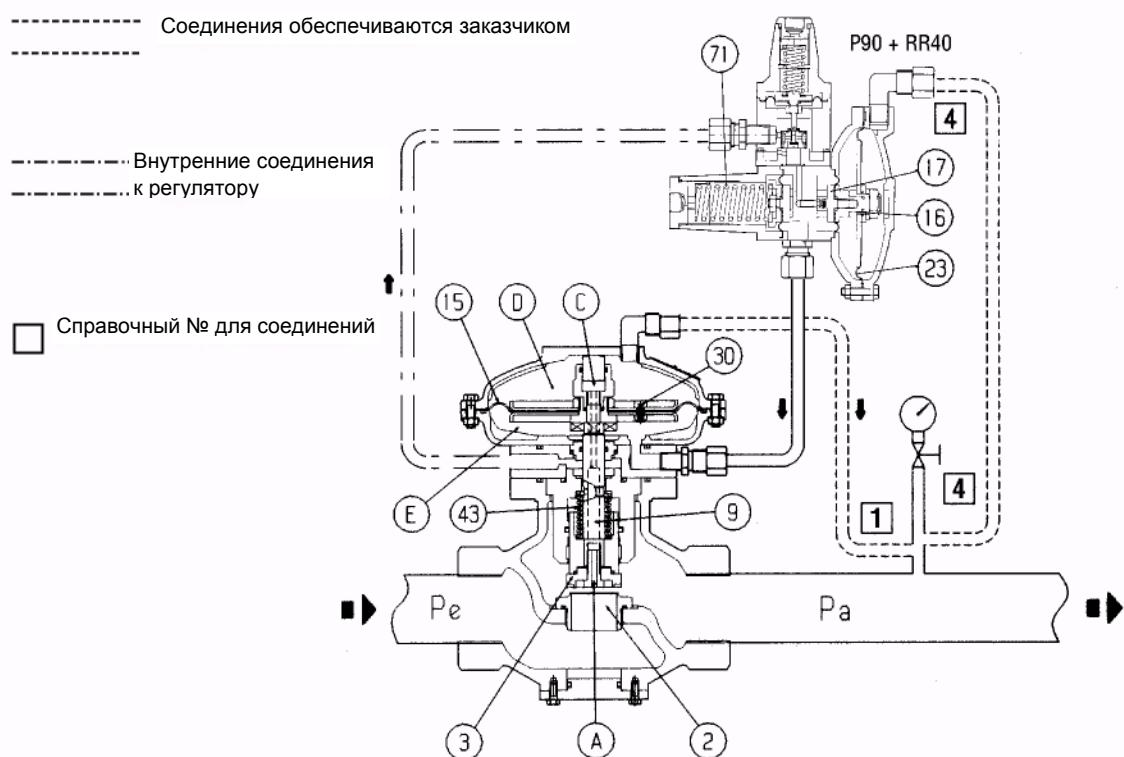

Рис. 1
1.2 ПРИНЦИП ДЕЙСТВИЯ (РИС. 1)
Если, например, в ходе работы, имеет место уменьшение выходного давления Ра (по причине увеличения требуемого расхода или уменьшения входного давления) происходит нарушение равновесия подвижной группы 16 пилота, которая смещается, вызывая увеличение степени открытия запорной части 17. Как следствие также увеличивается значение командного давления Рт, которое, воздействуя в камере Е из-под мембранны 15 (рис. 1), обуславливает смещение запорной части 3 вверх и следовательно открытие регулятора до восстановления предварительно заданного значения регулируемого давления.